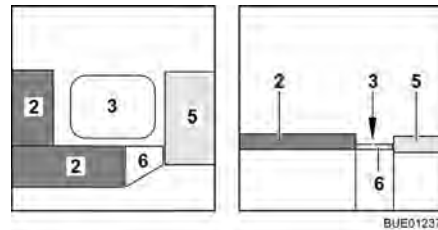

Fig. 92 Pendant la transformation
- Accrocher la rallonge latérale de lit (Fig. 92,6) dans les banquettes.